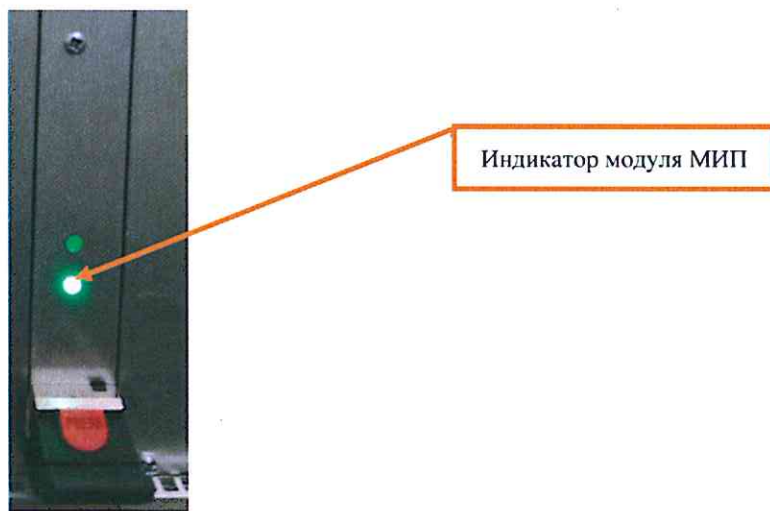

Рисунок 4. Индикация на модуле МИП.
7.1.8 Убедиться, что индикатор на лицевой панели модуля МИП светит зеленым цветом (Рисунок 4).